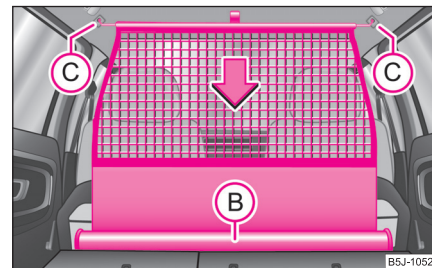

Abb. 76 Netztrennwand einrollen
- Ziehen Sie die Querstange erst auf der einen, dann auf der anderen Seite etwas nach hinten und nehmen die Querstange aus den Aufnahmen **C** ⇒ Seite 71, Abb. 76.